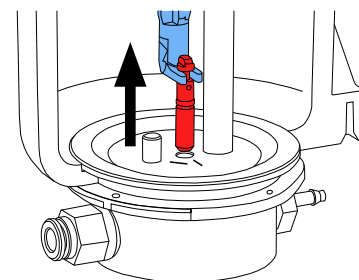

Fig. 11
- Tomar la boquilla dosificadora con la herramienta y tirar de ella hacia arriba (Fig. 11).